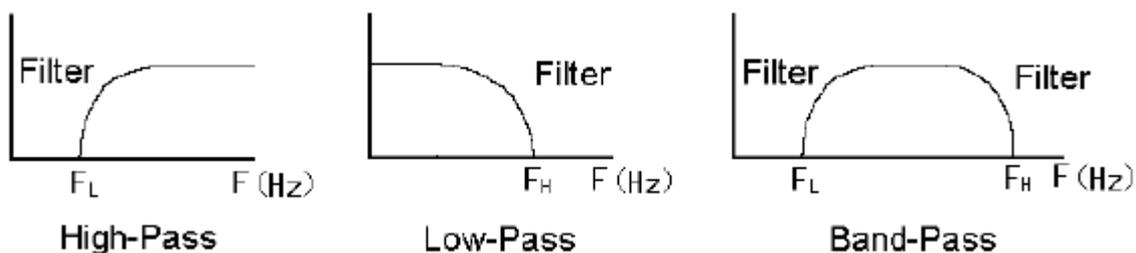

Figura 3.2.25 Schema del filtro
4) Filtro digitale: è composto da tre approcci di filtraggio, passa-basso, passa-alto e passa-banda. Il filtraggio passa-basso serve a filtrare il segnale che è maggiore di una certa frequenza di taglio. Il filtraggio passa-alto serve a filtrare il segnale che è più piccolo di una certa frequenza di taglio. Il filtraggio passa-banda serve a filtrare il segnale che è più grande della frequenza di taglio alta e più piccolo della frequenza di taglio bassa. La Figura 3.2.25 è una mappa schematica del filtro.